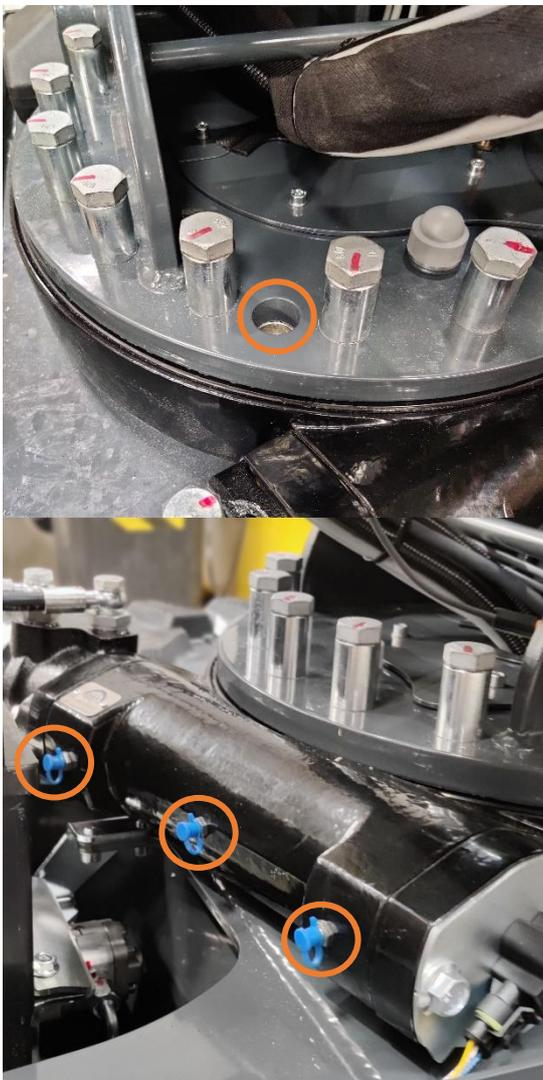
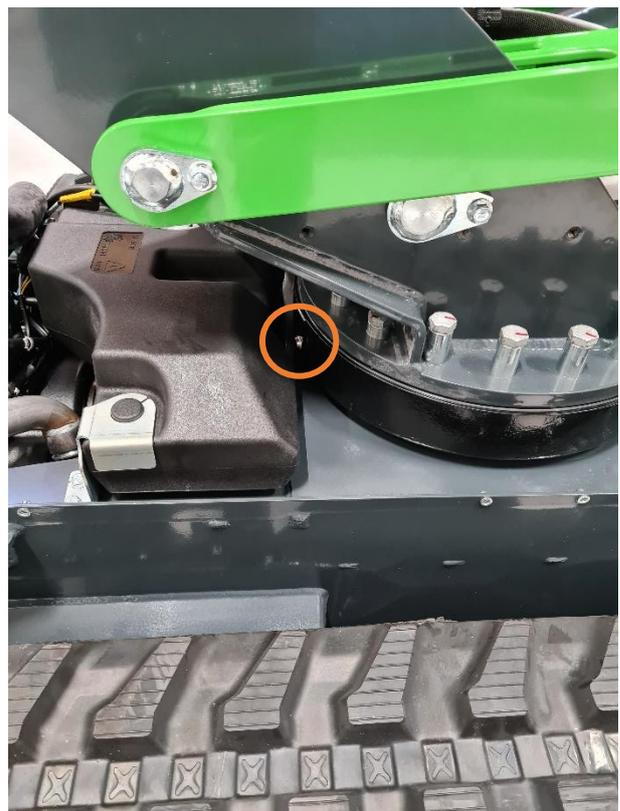

Figure 20. Points de lubrification de la couronne d'orientation
Figure 21. Vis de dépression de la couronne d'orientation
La couronne d'orientation de la plateforme d'accès doit être lubrifiée tous les mois. Il est important de noter que la couronne d'orientation comporte quatre (4) points de lubrification distincts (figure 20), lesquels doivent tous être lubrifiés individuellement. Vous trouverez une vis de décompression (figure 21) sur le côté opposé de l'engrenage à vis sans fin de la couronne d'orientation. Elle doit être ouverte lors de la lubrification de la couronne d'orientation afin d'éviter que le joint ne se détache. Il y a 3 points de lubrification près de la batterie, sur le côté de la couronne d'orientation. Ils sont liés à l'engrenage à vis sans fin et à ses roulements. L'un (1) des points de lubrification, celui qui se trouve sur le dessus de la couronne d'orientation (orifice dans le socle), est lié aux roulements à billes des bagues. Lors de l'application de lubrifiant sur ce point de lubrification, il est important d'appliquer le lubrifiant tout autour de la couronne d'orientation. Pour ce faire, appliquez le lubrifiant, pivotez d'environ 20°, puis appliquez à nouveau du lubrifiant. Continuez jusqu'à ce que la couronne d'orientation soit complètement lubrifiée (360°).